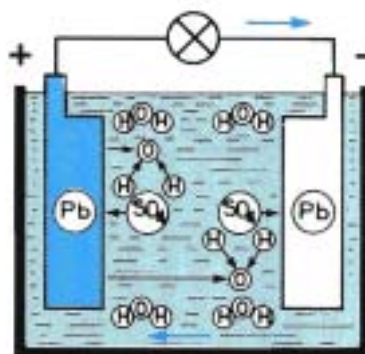

Figure 20.8 • Réactions chimiques à la décharge.
- **Décharge** (figure 20.8). Si l'on branche un récepteur électrique (résistance) aux bornes des électrodes, on constate que le courant électrique circule de :